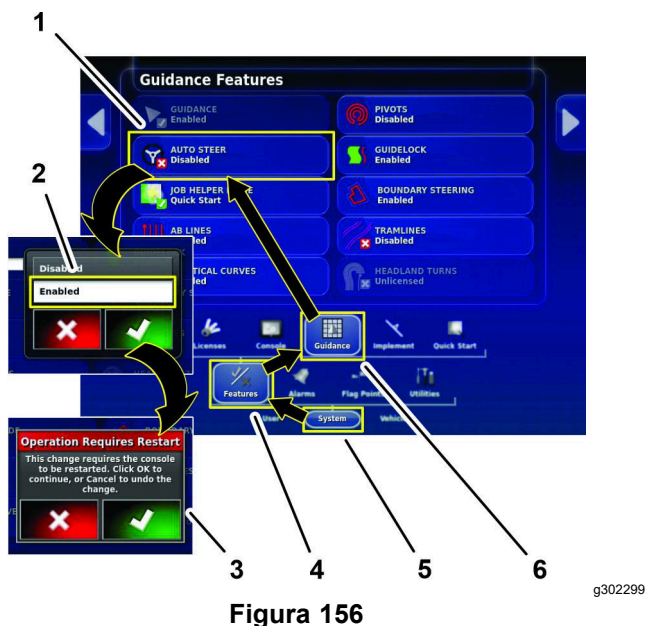

Figura 156
3. Pulse los iconos SISTEMA, CARACTERÍSTICAS, y GUIADO (Figura 156).
4. Pulse el icono AUTO STEER (Figura 156).
5. En el cuadro de diálogo, pulse el icono HABILITAR y pulse el icono de confirmación (Figura 156).
6. Si la operación requiere el cuadro de diálogo Reinicio, pulse el icono de confirmación (Figura 156).